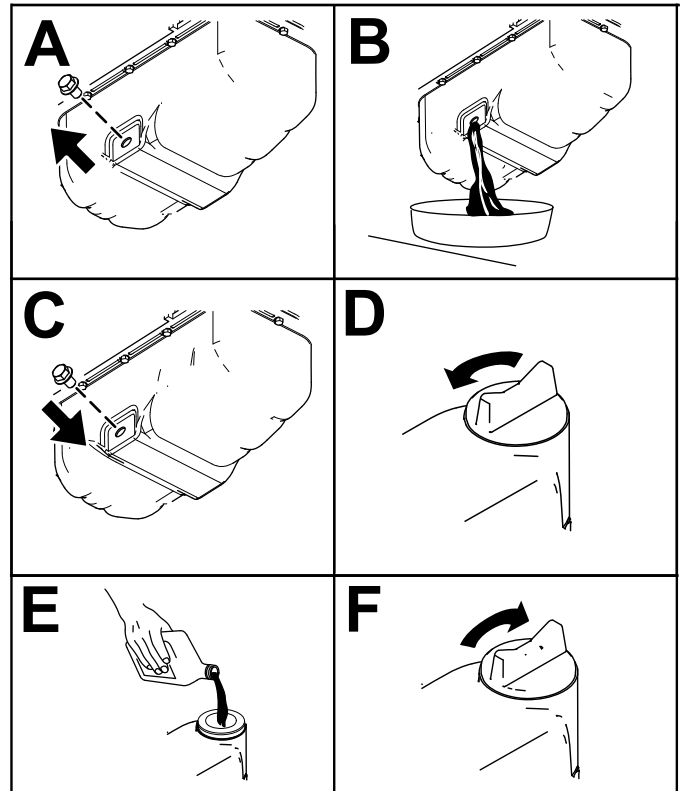

Figure 51
3. Vidangez l'huile moteur, comme montré à la Figure 51.